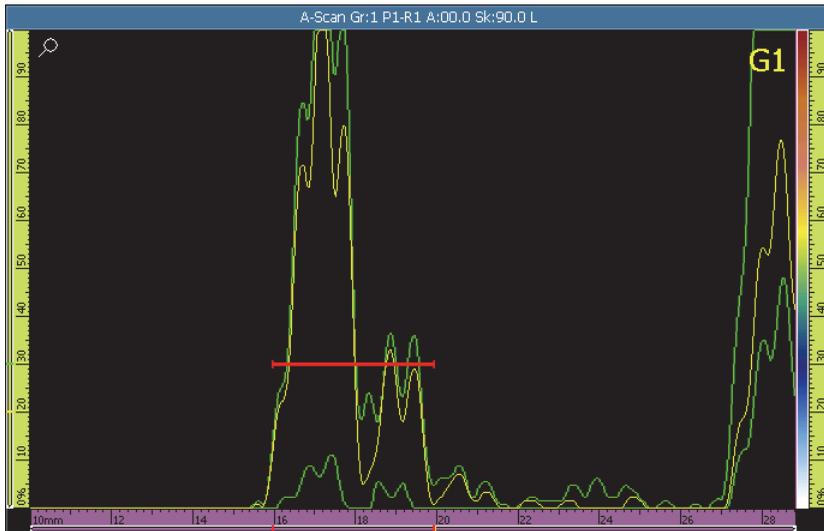

Abbildung 5-6 Aufbau der Echodynamik zur Justierung des Vorlaufkeilvorlaufs
- a) Führen Sie den Sensor vorsichtig auf dem Justierkörper und über dem Reflektor hin und her, so dass eine glatte Echodynamik erstellt wird (siehe Abbildung 5-6 auf Seite 136).